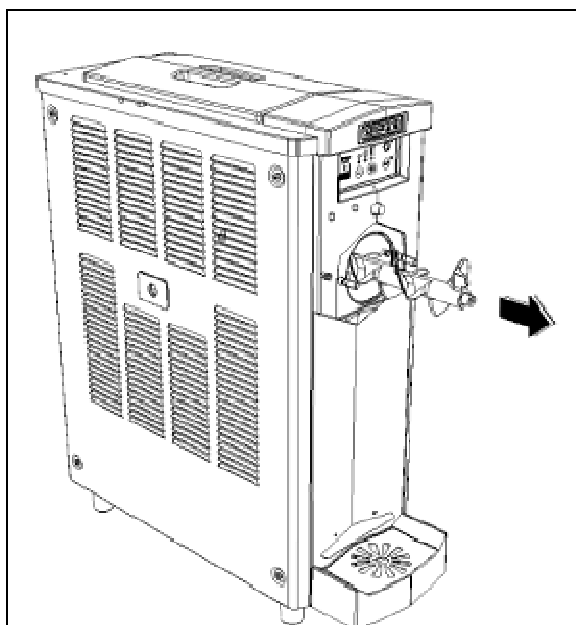

Fig. 11
- **E**strarre la spirale di miscelazione (fig.11)